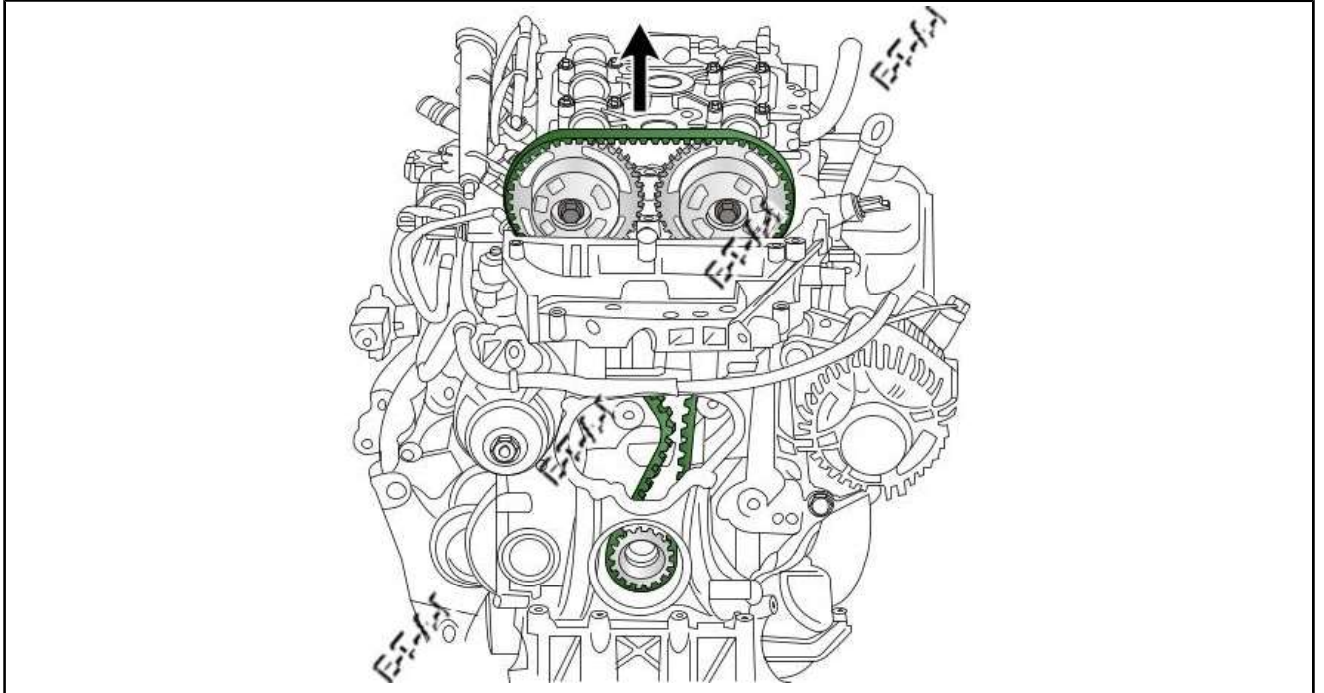

Fig.16
- Déposer la courroie de distribution Fig.16